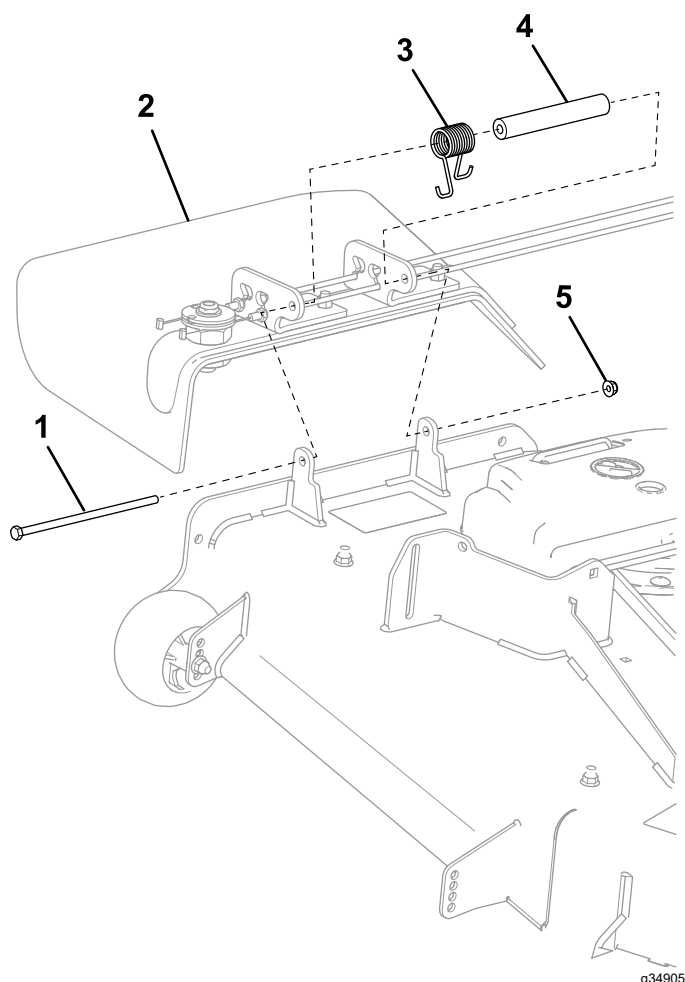

Figura 7
1. Coloque o novo espaçador e mola na calha de descarga (Figura 7).
2. Instale o parafuso de cabeça sextavada (5/16 pol. x 7½ pol.) e porca de bloqueio (5/16 pol.) como se mostra na Figura 7.